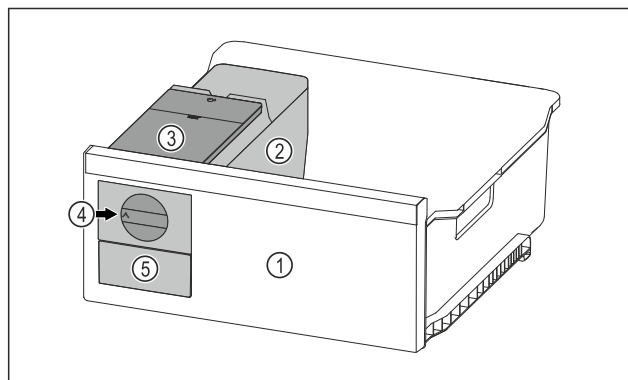

Fig. 97 Примерное изображение
- ▶ Поверните поворотную кнопку Fig. 97 (4) по часовой стрелке до упора.
- ▶ Кубики льда упадут из ванночки для кубиков льда в выдвижной ящик для кубиков льда Fig. 97 (5). Если не все кубики льда извлекаются из ванночки для кубиков льда: